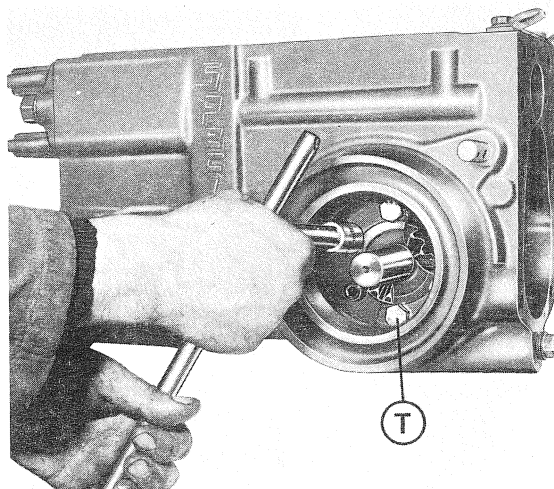

Fig. 7
7) Svitare le viti **T** (fig. 7) che fissano la corona all'albero centrale del differenziale.